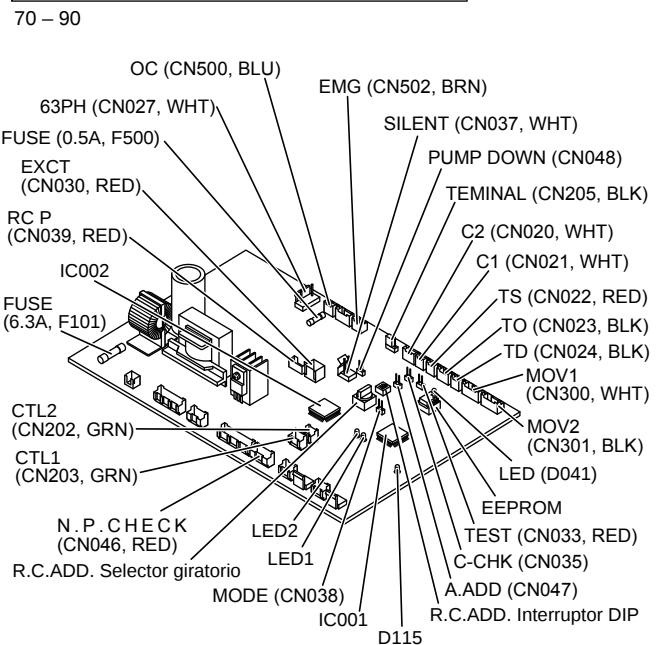

Fig. 10-10
* Si se aplicase accidentalmente 220 – 240 V CA, el fusible de la tarjeta PCB de la unidad interior o exterior (0,5 A para ambas unidades, interior y exterior) se quemaría para proteger la tarjeta PCB. Corrija las conexiones de los cables y, a continuación, desconecte los conectores de 2 contactos (interior: azul) (exterior: azul, serie 1) que están conectados a la tarjeta PCB y reemplácelos por conectores de 2 contactos (interior: marrón) (exterior: marrón, serie 2). Si la operación sigue siendo imposible después de haber cambiado los conectores marrones, pruebe cortando el varistor (negro) (ambas unidades, interior y exterior). (Asegúrese de desconectar la alimentación antes de realizar este trabajo.) (Fig. 10-10)